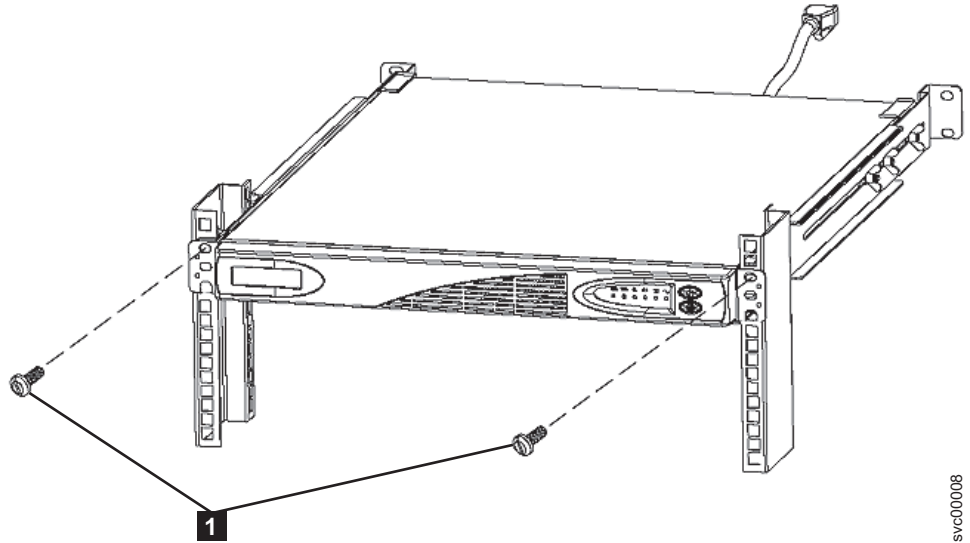

図 20. 2145 UPS-1U 用取り付けねじの取り付け
5. 2145 UPS 1U の前面に 2 つの取り付けねじ **1** (53 ページの図 20) を取り付けます。